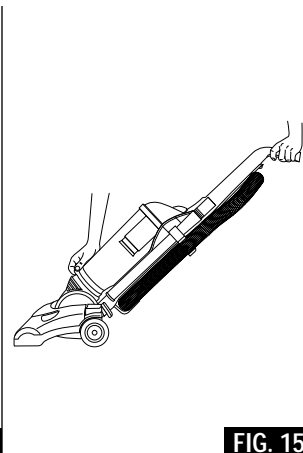

FIG. 15
**Step 6: Use Stair Handle.** For use when cleaning stairs, hold the cleaner by the regular handle with one hand and by the stair handle with the other hand (FIG. 15).
**Paso 6: Uso de la manija para escaleras.** Para limpiar escaleras, sostenga la aspiradora por la manija normal con una mano y por la manija para escaleras con la otra (FIG. 15).